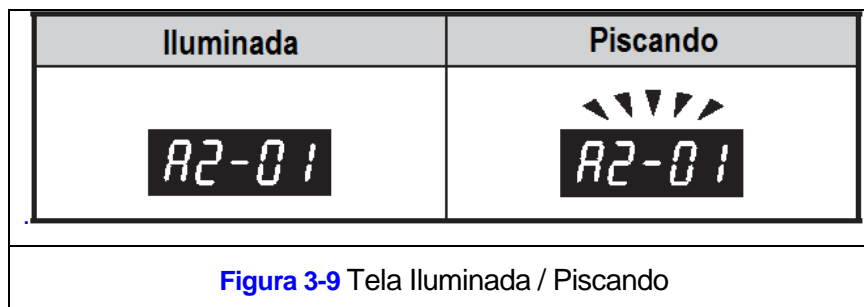

Figura 3-9 Tela Iluminada / Piscando
3.6.6 Durante a operação a tela exibe os dados iluminados ou piscando, como mostra a Figura 3-9.